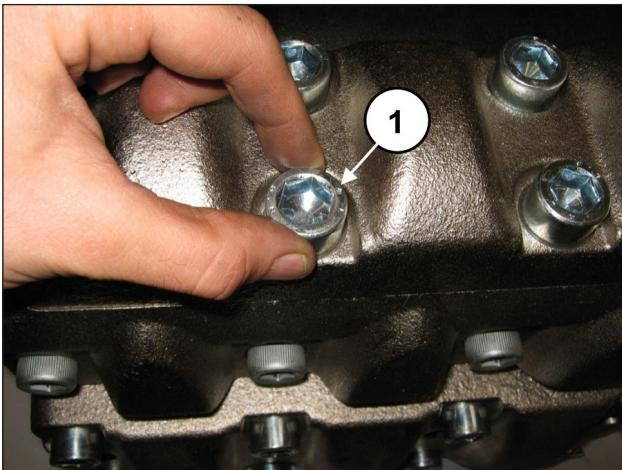

Fig. 160
Après avoir monté les groupes soupape de refoulement, poser le couvercle des soupapes de refoulement (rep. ①, Fig. 159) et serrer les 8 vis M16x45 (rep. ①, Fig. 160).